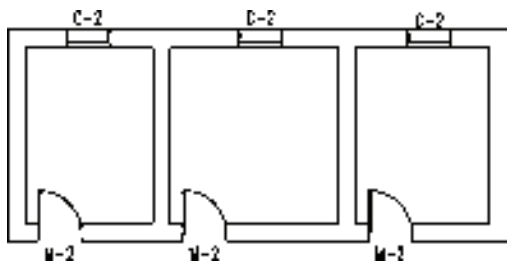

图 5-46 打开素材
1) 按〈Ctrl+O〉组合键, 打开配套光盘提供的“第 5 章/5.2.4 左右翻转.dwg”素材文件, 结果如图 5-46 所示。